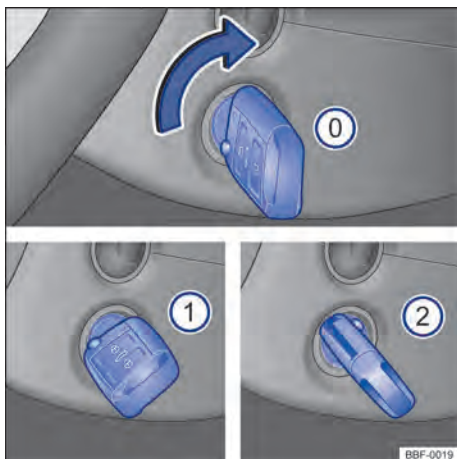

Fig. 89 Ao lado do volante, à direita: posições da chave do veículo no cilindro da ignição.
Posições da chave do veículo → **Fig. 89**
- ❶ Ignição desligada. A chave do veículo pode ser retirada.
- ❷ Ignição ligada.
- ❸ Pisar no pedal do freio e ligar o motor. Quando o motor pegar, soltar a chave da ignição. Ao soltar, a chave do veículo retorna à posição → **Fig. 89** ❶.
- *Veículos com cilindro da ignição:* girar a chave do veículo na posição → Fig. 89 ①. A ignição está ligada.
- *Veículos com cilindro da ignição:* girar a chave do veículo no cilindro da ignição para a posição → Fig. 89 ② – não acelerar. Quando o motor começar a funcionar, soltar a chave do veículo no cilindro da ignição.
- *Veículos com cilindro da ignição*: girar a chave do veículo no cilindro da ignição na posição → Fig. 89 .